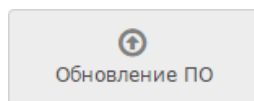

Рисунок 10.65 — Кнопка **Обновление ПО**
2. В списке узлов сети выберите требуемый узел или несколько узлов одной модели, нажмите на кнопку **Обновление ПО** (рисунок 10.65).